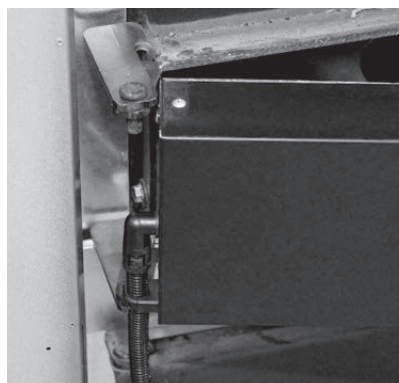

fig.8 Montare lo sportello di accensione.+
- Montare lo sportello di accensione sulla caldaia, al tal scopo infilare i due perni nel supporto dello sportello, fig. 8.